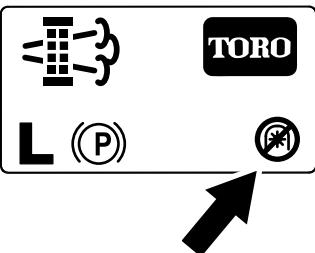

Рисунок 74
**Примечание:** На главном экране отобразится значок «ВОМ выключен» (Рисунок 74).
**Примечание:** На главном экране отобразится значок «ВОМ выключен»; см. Рисунок 74 в разделе Сообщения о стационарной регенерации (страница 53).